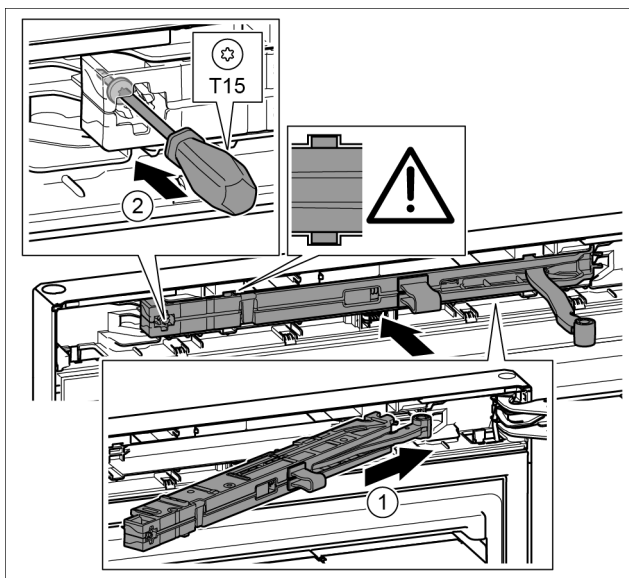

Fig. 21
- ▶ Pe partea suportului de lagăr împingeți înclinat unitatea amortizorului de închidere până la opritor în degajare. Fig. 21 (1)
- ▶ Înșurubați ferm șurubul cu o șurubelniță T15. Fig. 21 (2)